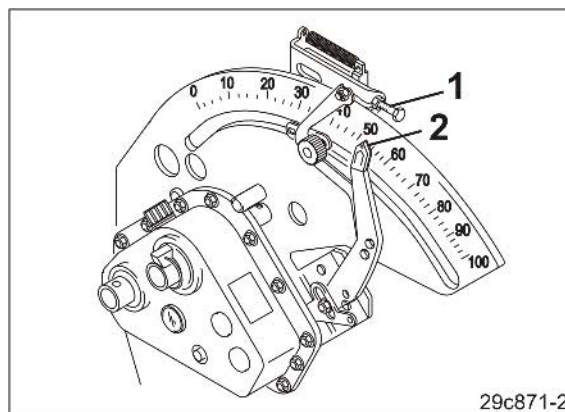

Fig. 156
3. Indstil geararmens viser (Fig. 156/2) ved hjælp af indstillingsskruen (Fig. 156/1) til den ønskede gearindstilling for den øgede udsåningsmængde.
Skrue indstillingsskruen (Fig. 156/1) ud for at øge udsåningsmængden.
Skrue indstillingsskruen (Fig. 156/1) ind for at reducere udsåningsmængden.